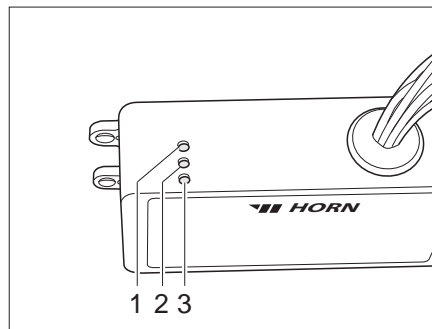

Fig. 198 Régulateur
Le régulateur (Fig. 198) est monté dans la penderie. Les voyants de contrôle qui se trouvent sur le régulateur ont la signification suivante :
- Le voyant de contrôle (Fig. 198,2) s'allume en vert : Régulateur en marche.
- Le voyant de contrôle (Fig. 198,1) s'allume en rouge : Le réservoir d'eaux usées est chauffé.
- Le voyant de contrôle (Fig. 198,3) s'allume en rouge : Les conduites des eaux usées sont chauffées.